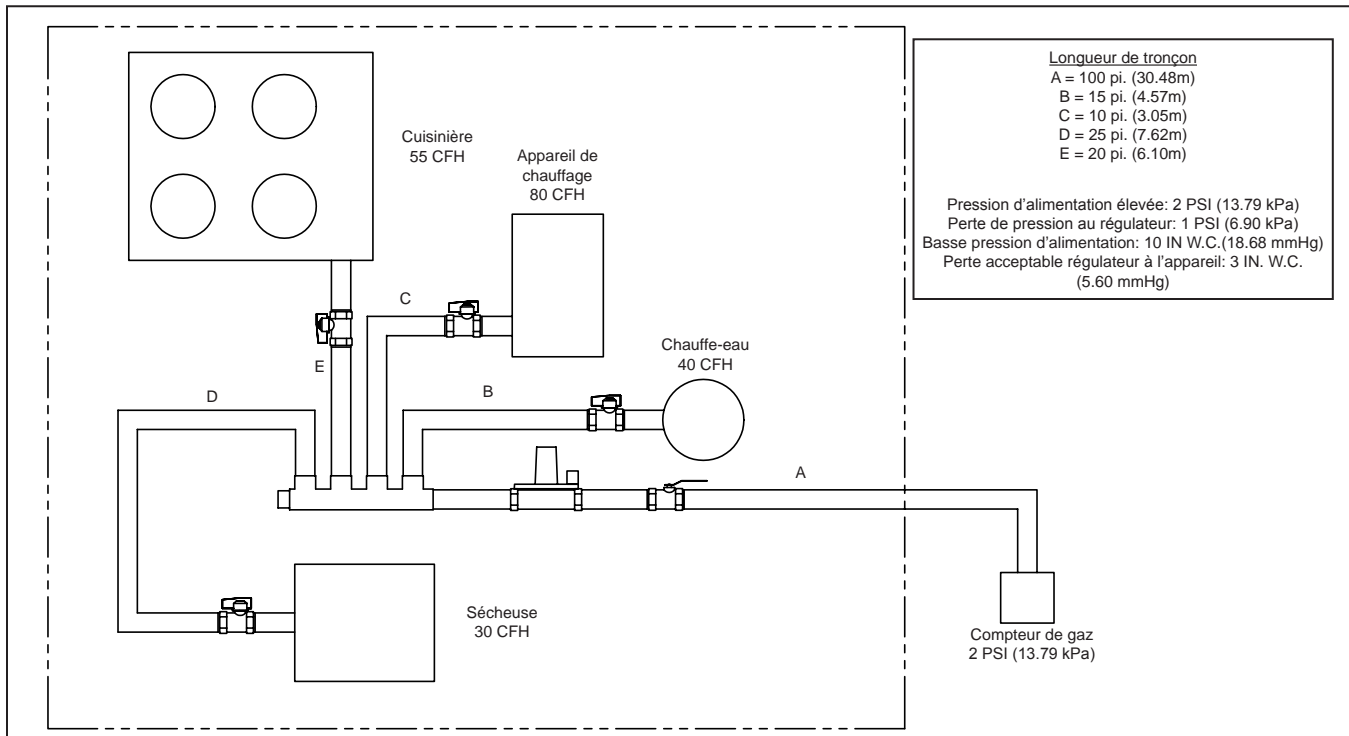

FIG. 3-4 Exemple 3- Arrangement parallèle d'un système à double pression/ élevée, 2PSI (13.79 kPa)
Systèmes sous pression élevée / Double - FIG. 3-4
1. Le système illustré à la **FIG. 3-4** est adapté à des applications impliquant un logement comme plusieurs avec une extension de tubulure de 100 pieds (30.48m) du compteur jusqu'au régulateur. Un système de 2 psi (13.79 kPa) est bien adapté pour accepter les longs tronçons de tubulure requis dans l'alimentation de plusieurs logements dans le même bâtiment comportant une banque centrale de compteurs.
- Le **Tableau N-5** indique que le diamètre de $\frac{3}{8}$ po.(10) est trop petit pour une charge de 205 CFH, mais que $\frac{1}{2}$ po. (13) pourrait supporter une charge de 249 CFH.
- Le diamètre requis est de $\frac{1}{2}$ po. (13)
- La Section B fait 15 pieds (4.57m) avec une charge de 40 CFH. Le diamètre requis de $\frac{3}{8}$ po. (10) a une capacité de 106 CFH sur 15 pieds (4.57m).
- La Section C fait 10 pieds (3.05m) avec une charge de 80 CFH. Le diamètre requis de $\frac{3}{8}$ po. (10) a une capacité de 131 CFH sur 10 pieds (3.05m).
- La Section D fait 25 pieds (7.62m) avec une charge de 30 CFH. Le diamètre requis de $\frac{3}{8}$ po. (10) a une capacité de 82 CFH sur 25 pieds (7.62m).